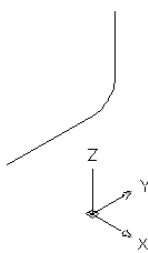

图 15-143 圆角结果
- 05** 选择菜单【修改】|【圆角】命令，将分解的多段线进行圆角，半径为 40，结果如图 15-143 所示。
- 06** 使用快捷键“PE”激活【编辑多段线】命令，将图 15-143 所示的各对象编辑为多段线。